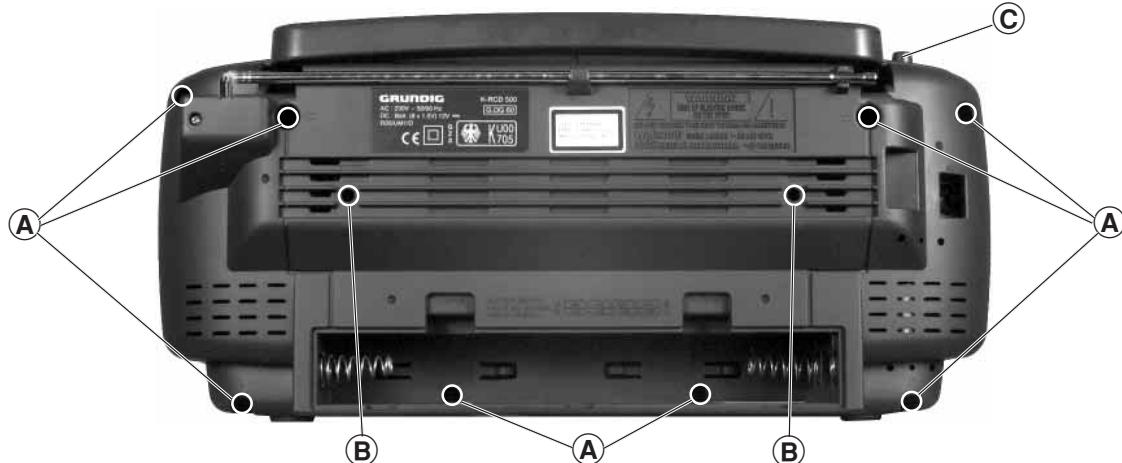

Fig. 1
1. Gehäuserückteil abnehmen, (Fig. 1)